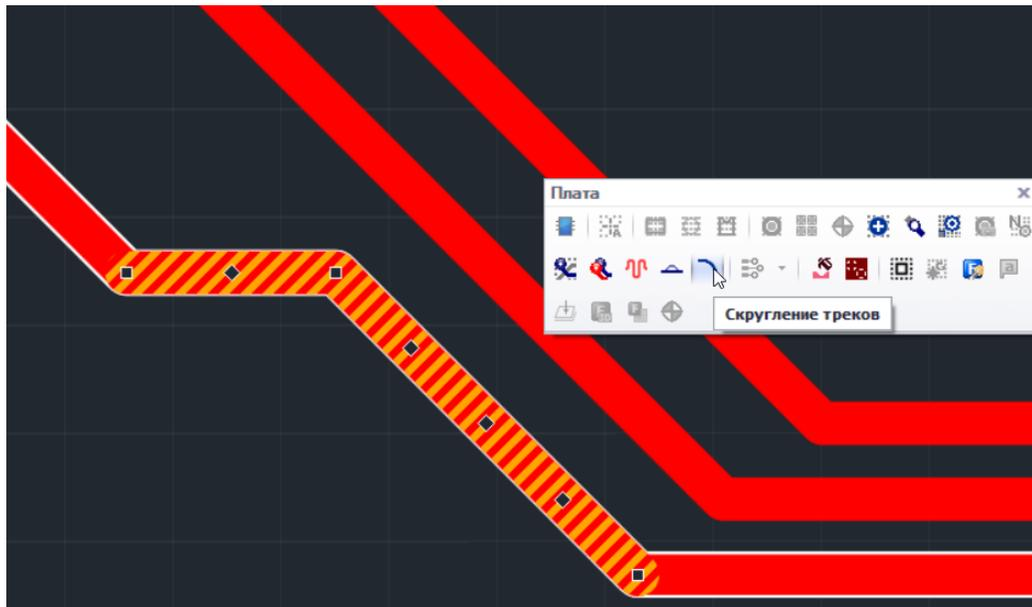

Рис. 8 Применение инструмента к выбранным сегментам
2. Примените инструмент «Скругление треков», см. Рис. 8.